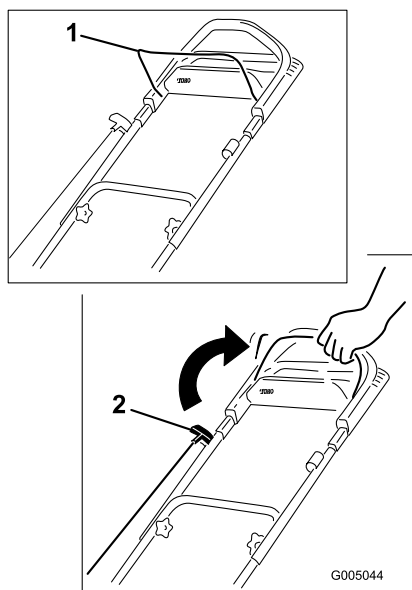

Figure 14
2. Maintenez la barre de commande de la lame contre le guidon (Figure 14).